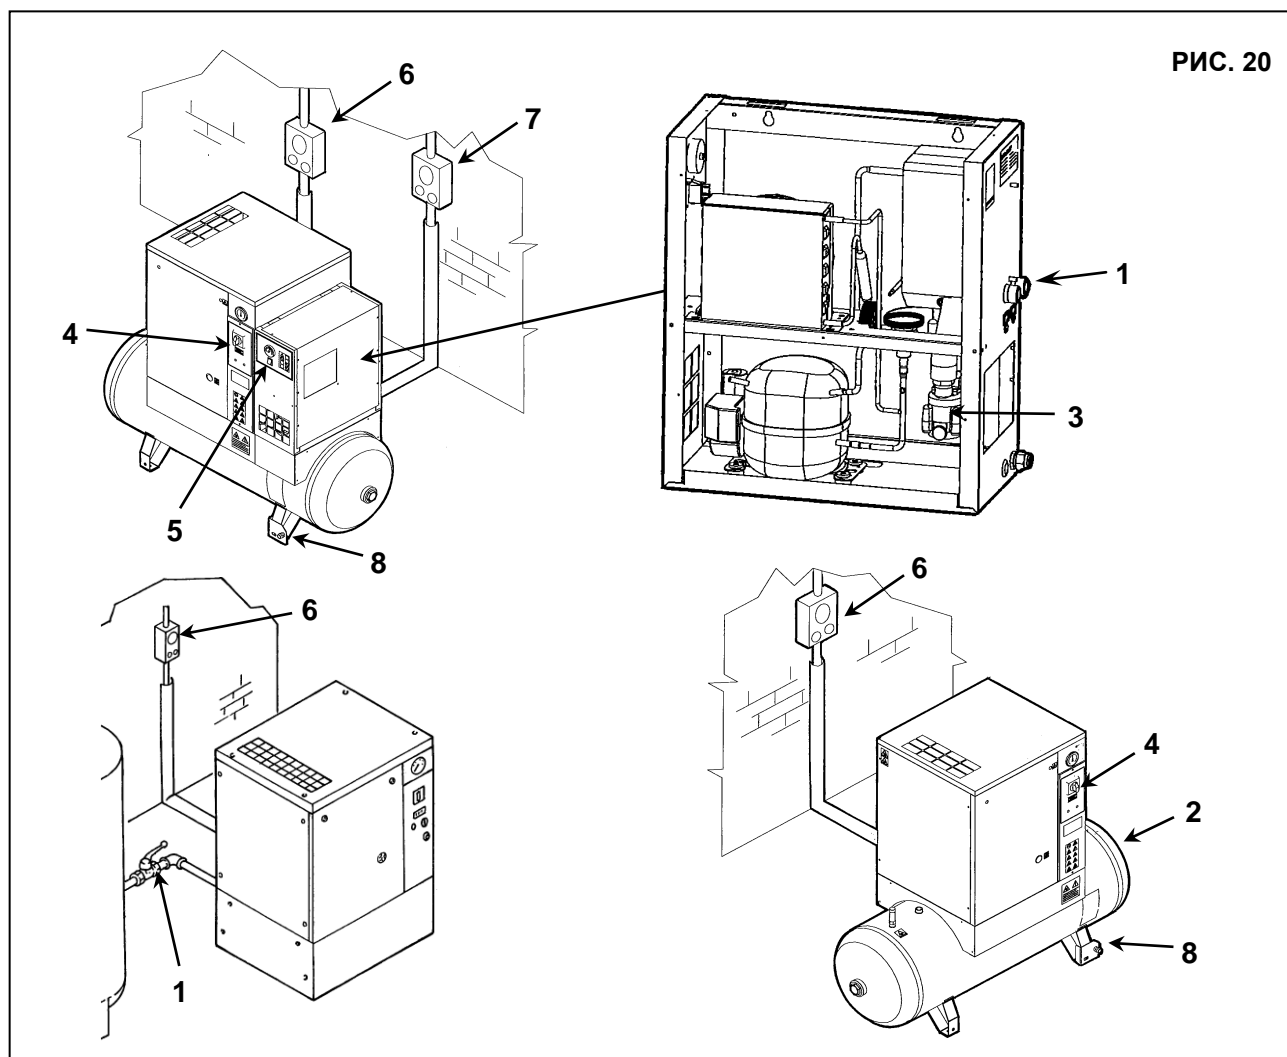

РИС. 20
- Закройте кран, поз. 1 и поз. 2, Рис. 20.
- Сбросьте давление в осушителе и резервуаре, открыв клапан выпуска конденсата, поз. 8, Рис. 20.
- Выключите установку, переведя разъединитель, поз. 4, Рис. 20, в положение "OFF".
- Нажмите кнопочный выключатель поз. 5, Рис. 20 (при его наличии на осушителе).
- Выключите автоматический дифференциальный переключатель питания, поз. 6, (на винтовом компрессоре) и поз. 7, (при его наличии на осушителе) Рис. 20.
- Сбросьте давление, повернув кран, поз. 8, Рис. 20.
- Закройте краны, поз. 8, Рис. 20 снова после полного сброса остаточного давления воздуха.